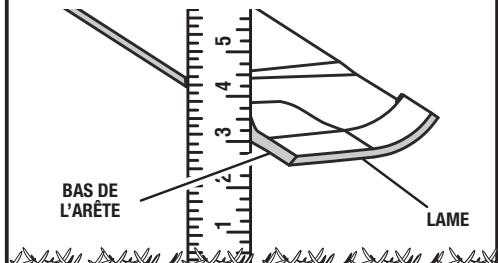

Fig. 21
Voir les figures 21 et 24.
- Positionner les lames de manière à ce que les pointes soient dirigées vers les côtés de la tondeuse. Voir la figure 21.